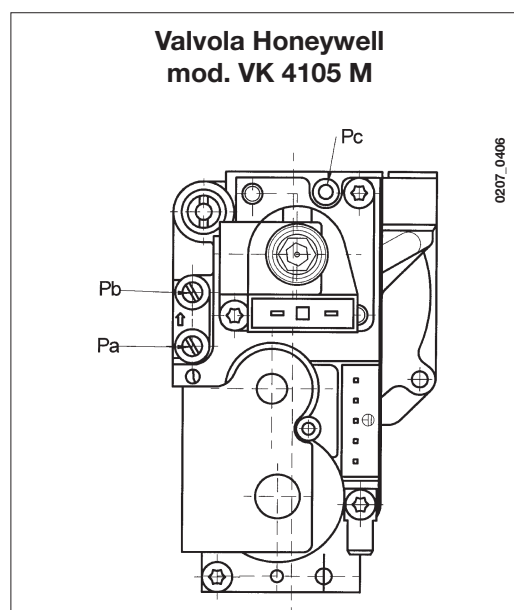

Figura 8
- collegare la presa di pressione positiva di un manometro differenziale, possibilmente ad acqua, alla presa di pressione (**Pb**) della valvola del gas (Figura 8).
- verificare che la pressione dinamica di alimentazione della caldaia, misurata alla presa di pressione (**Pa**) della valvola del gas (Figura 8) sia quella corretta (**37 mbar** per il gas **propano** o **20 mbar** per il gas **metano**).